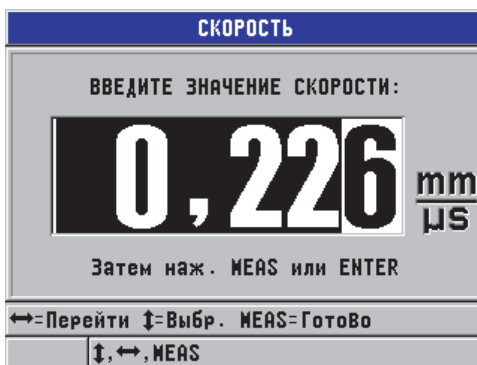

Рис. 5-9 Ввод известной скорости звука в материале
2. В окне **СКОРОСТЬ** (см. Рис. 5-9 на стр. 73) с помощью курсорных клавиш введите известное значение скорости звука.